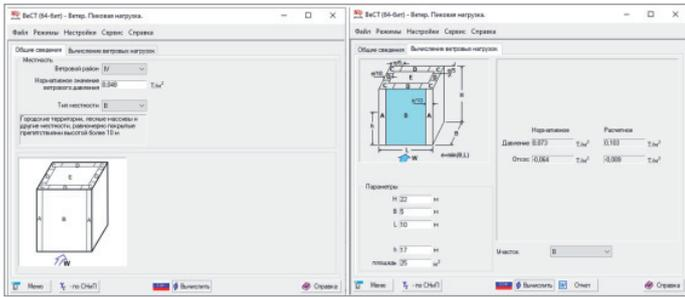

Рис. 36. Расчет пиковой ветровой нагрузки в программе VeCT
- добавлен расчет *Ветер. Пиковая нагрузка* по СП 20.13330 (рис. 36);